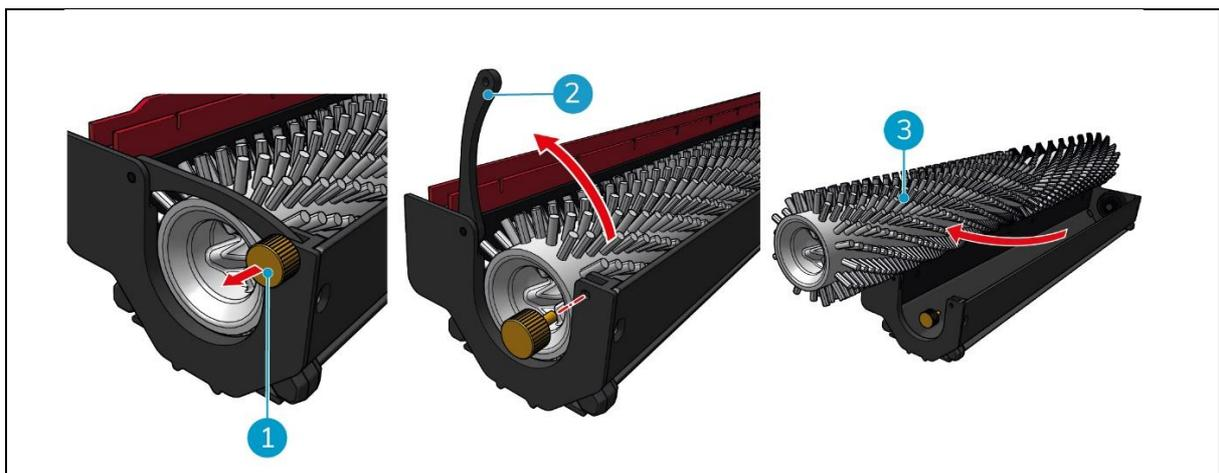

Figure 36
2. Retirer la vis (Figure 36, pos. 1) en la tournant dans le sens inverse des aiguilles d'une montre et ouvrir doucement le levier (Figure 36, pos. 2).
3. Retirer la brosse du rouleau (Figure 36, pos. 3) du support pour un nettoyage approfondi ou pour le remplacer par un nouveau.